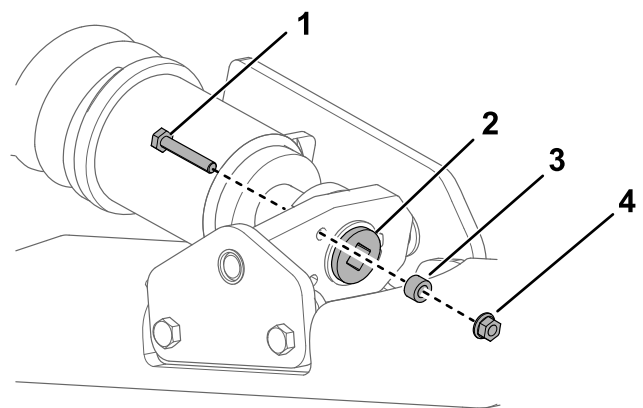
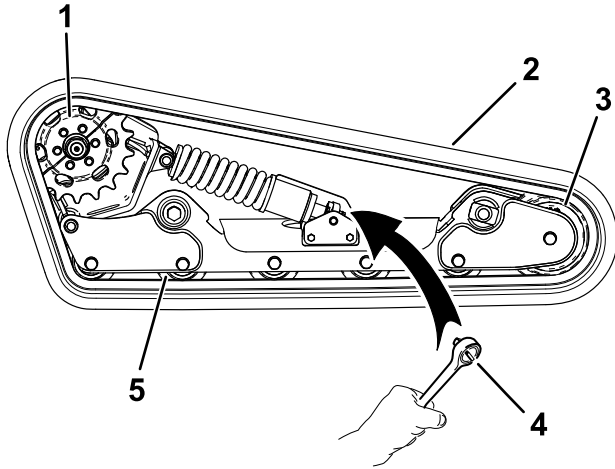

Figura 57
Figura 61
4. Retire el perno de bloqueo, el espaciador y la tuerca (Figura 57).
6. Alinee la muesca más próxima del tornillo tensor con el taladro del perno de bloqueo, y fije el tornillo con el perno de bloqueo y la tuerca (Figura 57).
7. Retire el perno de bloqueo, el espaciador y la tuerca (Figura 57).
8. Usando una llave de carraca de 1/2", alivie la tensión en la oruga girando el tornillo tensor en sentido horario (Figura 57 y Figura 61).
9. Retire los 3 pernos que fijan la mitad de piñón que no está acoplada con la oruga (Figura 61).
14. Coloque la nueva oruga alrededor de la rueda delantera (Figura 61).
15. Presione la oruga debajo y entre las ruedas de rodaje y colóquela alrededor del bastidor (Figura 61).